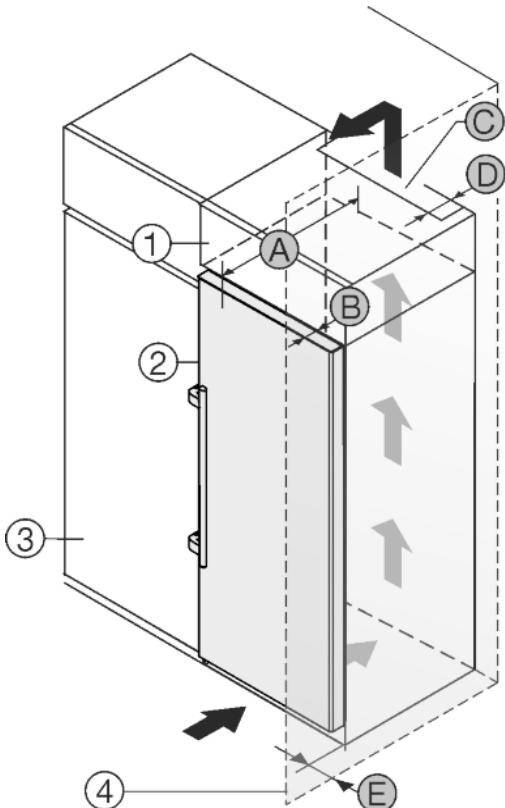

Fig. 22
Aparatul poate fi refăcut cu dulapuri de bucătărie. Pentru a aduce aparatul Fig. 22 (2) la același nivel cu mobilierul de bucătărie, se poate monta deasupra aparatului un dulap suspendat Fig. 22 (1).
Aparatul poate fi amplasat direct lângă dulapul de bucătărie Fig. 22 (3). Pentru a putea deschide complet ușa, aparatul trebuie să fie proeminent cu cel puțin grosimea Fig. 22 (B) față de suprafața frontală a dulapului de bucătărie. În funcție de grosimea dulapurilor de bucătărie și de utilizarea distanțierelor de perete, aparatul poate ieși mai mult în afară.
- În partea din spate a dulapului suspendat trebuie să existe o fantă de aerisire cu grosimea Fig. 22 (D) pe toată lățimea dulapului suspendat.
- Sub plafonul incintei trebuie să fie păstrată o secțiune de ventilare Fig. 22 (C).
Atunci când aparatul este montat cu balamalele lângă un perete Fig. 22 (4), trebuie să fie păstrată distanța Fig. 22 (E) între aparat și perete. Această valoare corespunde proeminenței mânerului cu ușa deschisă.